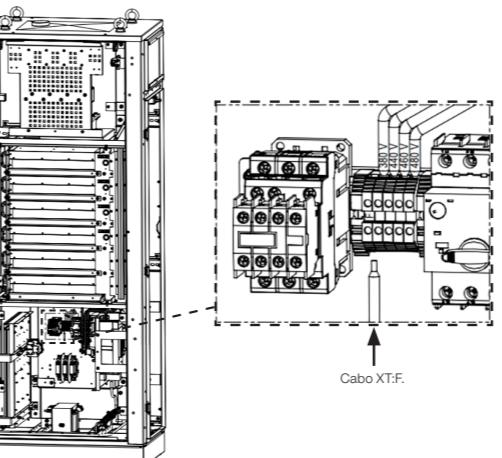

Figura 5.3: Ajuste de la tensión de la red de alimentación
- Localice el conjunto de bornes XT en la parte inferior de la estación (Figura 5.3).